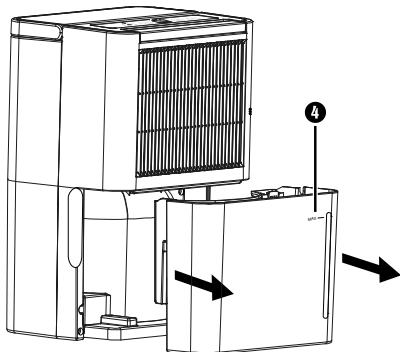

Abb. 2
- ◆ Ziehen Sie den Wassertank **4** vorsichtig an den seitlichen Griffmulden aus dem Gerät heraus (siehe Abbildung 2).